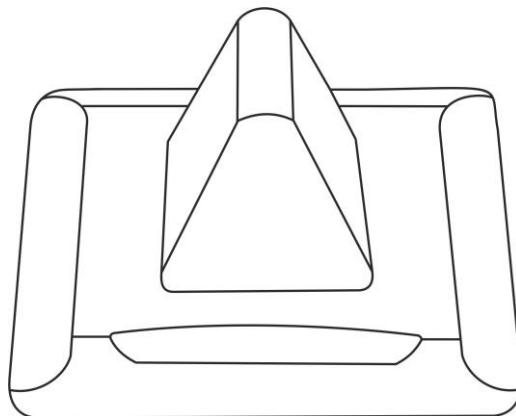

Рисунок 5.14. Сигнальная лампа MP-611W2
1. Сигнальная лампа MP-611W2 (рис.5.14). Сигнальная лампа имеет влагозащищенность по группе IP54.